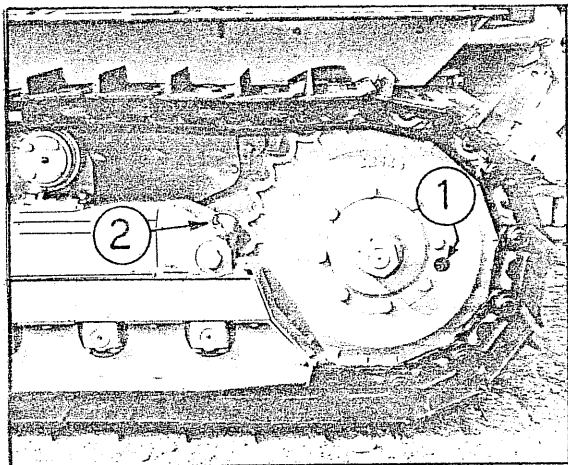

fig. 9
Ogni 150 ore di lavoro occorre controllare il livello dell'olio nel cambio attraverso il tappo con asta (2 fig.2) ed il livello nei riduttori laterali dal tappo visibile attraverso il foro praticato sulla ruota motrice (1 fig.9).
8.6 -BARRA TRASVERSALE POSTERIORE (fig. 9)
Ogni 30 ore di lavoro iniettare grasso negli ingrassatori (2 fig 9) uno per parte.